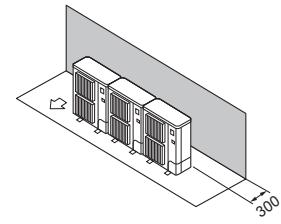

Fig. 2-9
① Окружающие предметы - только сзади (Fig. 2-9)